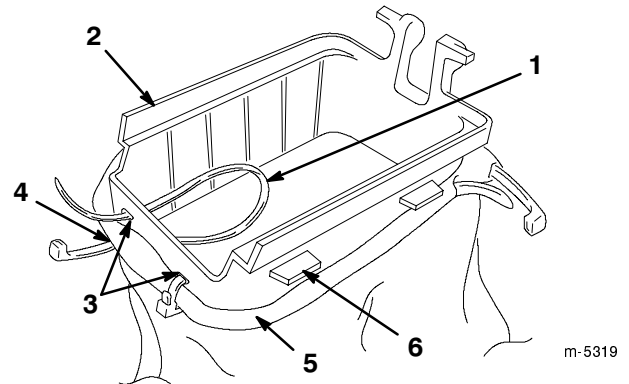

Figura 2
6. Con el sujetacables grande suelto, fije el cuello de la bolsa al conducto de entrada trasero con dos sujetacables pequeños, según muestra la figura 2, y recorte el exceso.
Remarque : Cada sujetacables pequeño debe pasar por dos ranuras del conducto de entrada trasero y por un ojal de la bolsa de recortes. Los sujetacables pequeños deben pasar alrededor del sujetacables grande, dentro del cuello de la bolsa. Coloque las cabezas de los sujetacables en la parte exterior del conducto de entrada, según muestra la Figura 2.